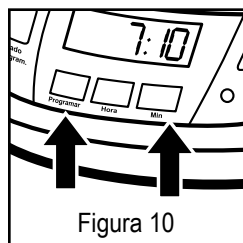

Figura 10
3. Ainda pressionando e segurando o botão "PROGRAMAR", pressione e segure o botão de minutos MIN, até que na tela do relógio apareçam os minutos corretos. Veja figura 10.